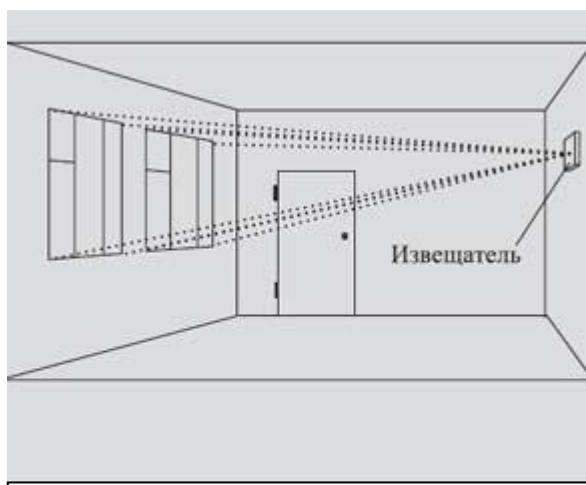
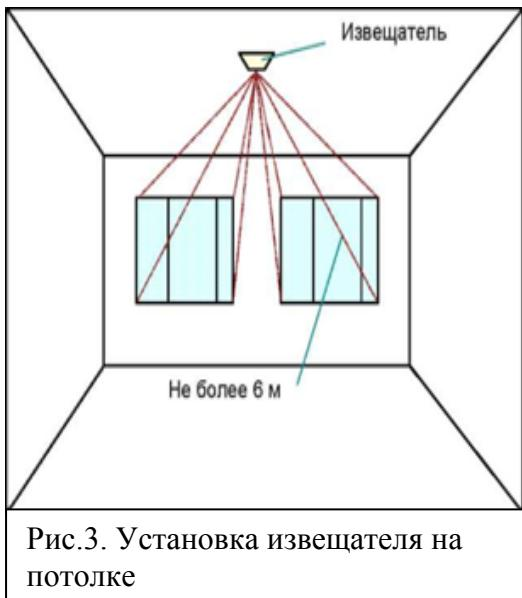
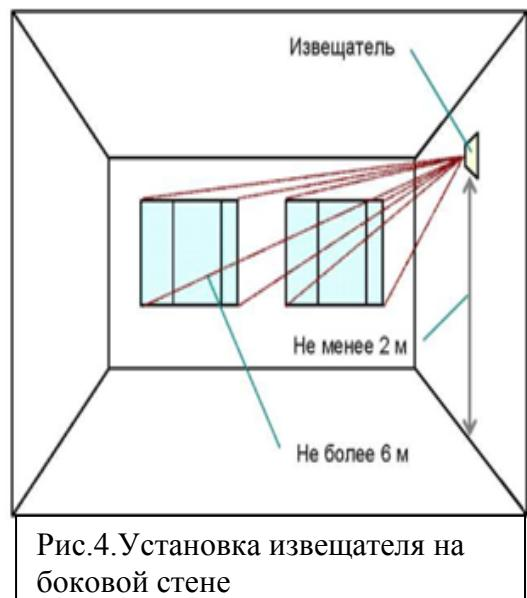

Рис.1. Размещение акустического извещателя для блокировки окон на противоположной стороне
Рис.3. Установка извещателя на потолке
Рис.4. Установка извещателя на боковой стене
- все участки охраняемого стекла должны находиться в пределах их прямой видимости, не рекомендуется маскировка извещателей (рис.1, рис.3, рис.4);